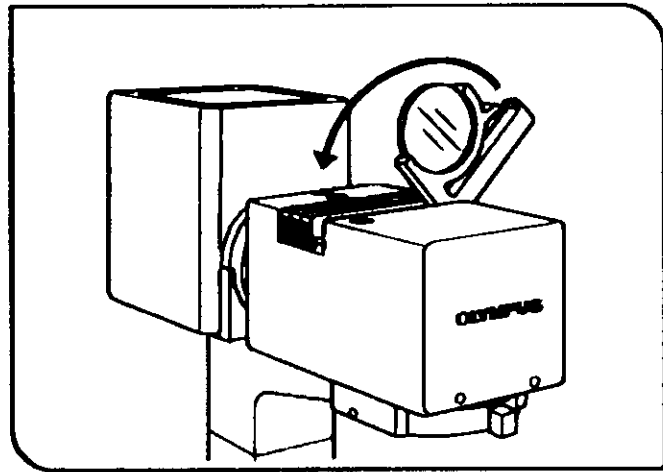

图 31
3. 沿箭头方向推滤色片架，将每个滤色片放进光路中。(图 31)